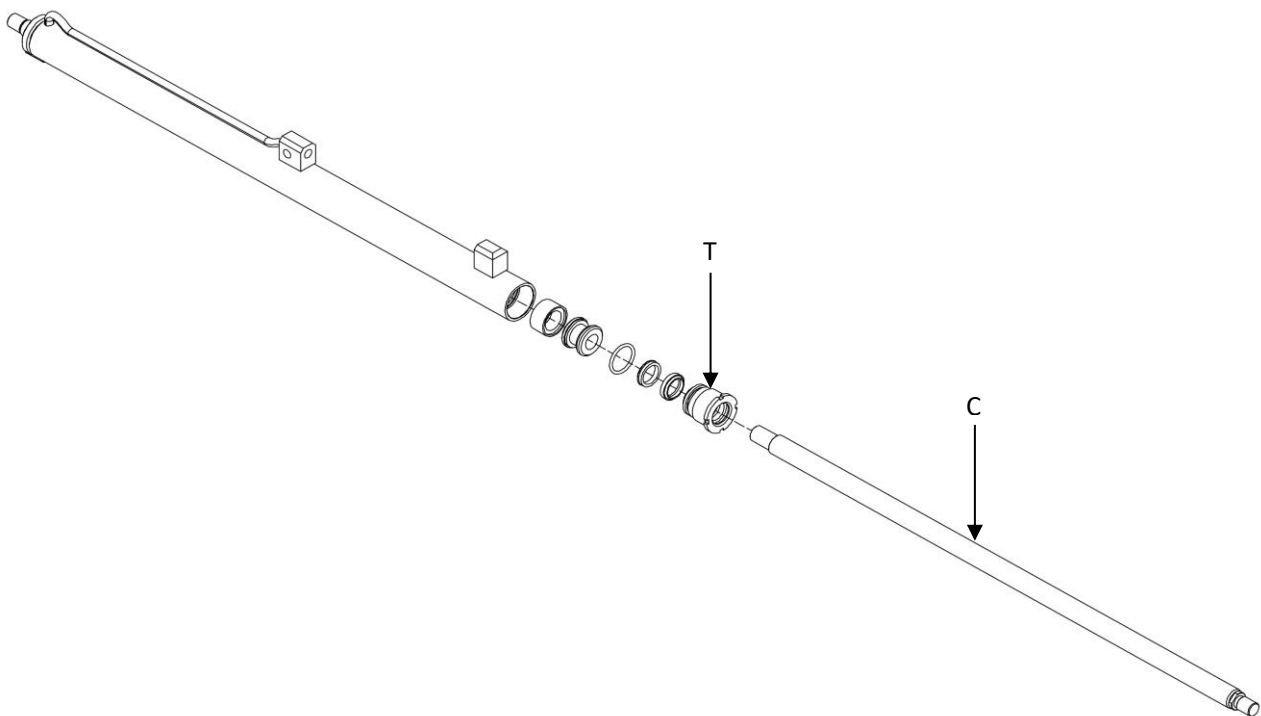

Figure 93
8. Se référer à la *Figure 93*.